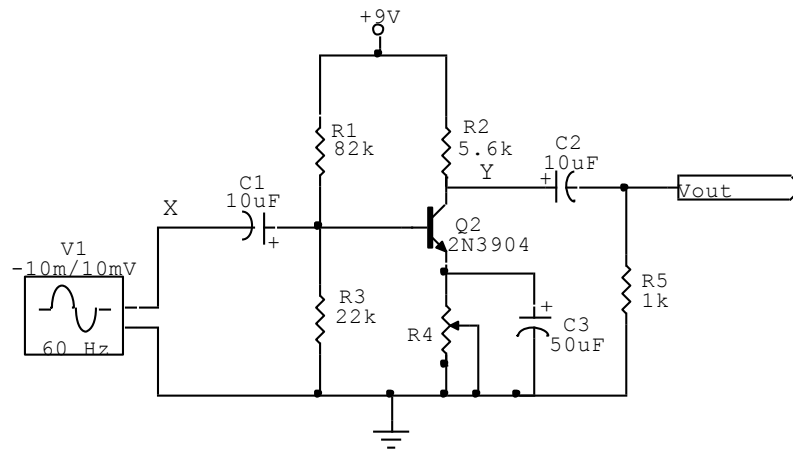

Figura 3
**TERCERA PARTE:** Armar el circuito de la figura 3: